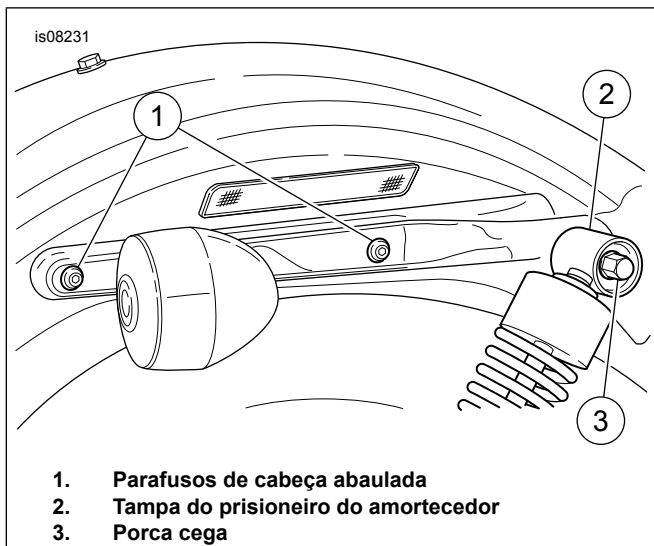

Figura 9. Suporte do para-lama traseiro
4. Veja Figura 9. Remova os parafusos de cabeça abaulada e as porcas de travamento que fixam a tampa do suporte do para-lama na estrutura (se você tiver um modelo Hugger com uma sissy bar, um desses parafusos e porcas de travamento já pode ter sido retirado). Guarde as ferragens para a reinstalação.